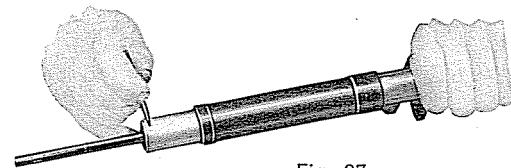

Fig. 27
Per togliere il tappo serbatoio (tav. 2° - T-M) premere con un punteruolo o chiodo appuntito il pulsantino di tenuta (fig. 27) svitando completamente.
To remove the magazine tube cap with shaft (T-M - table 2) press with a punch or pointed nail the cap retaining spring plunger (fig. 27); unscrew. Withdraw cap, spring and magazine follower.
Pour enlever le bouchon du tube magasin, (table 2 - pièces T-M) chasser avec un poinçon le ressort qui tient le bouchon, dévisser (fig. 27). Enlever le ressort et le pousoir du magasin.
- a) Togliere il tappo serbatoio come descritto a pag. 19 fig. 27.
- a — unscrew magazine tube cap (page 20, fig. 27).
- a — enlever le bouchon du tube magasin (page 20 - fig. 27)*
Vale a dire riportare la posizione del tappo come a fig. 27.